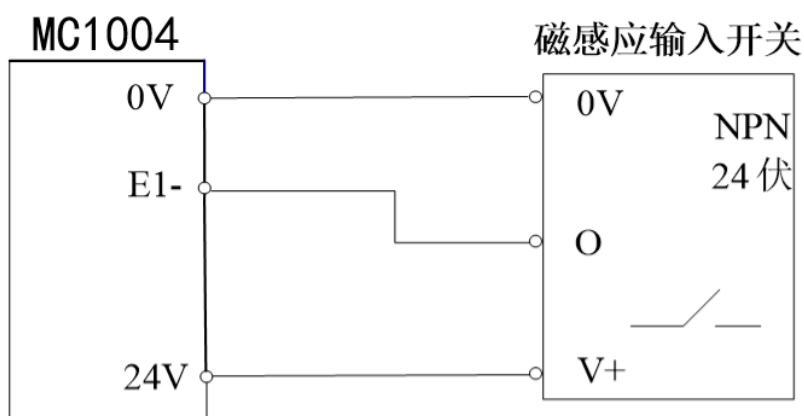

图 2-3 磁感应接近开关的典型接法
3. 磁感应输入开关的典型接法如图 2-3。必须使用 NPN 型 24 伏常开触点式的开关